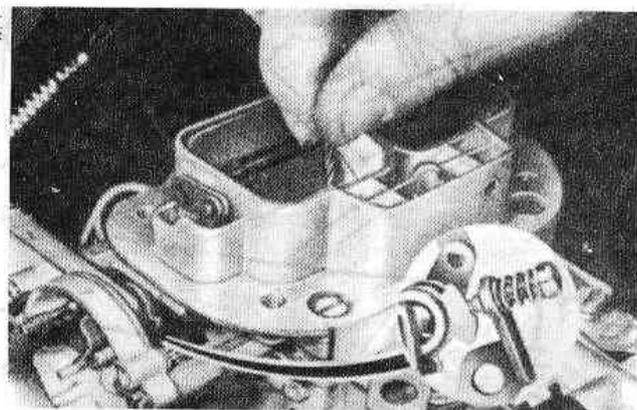
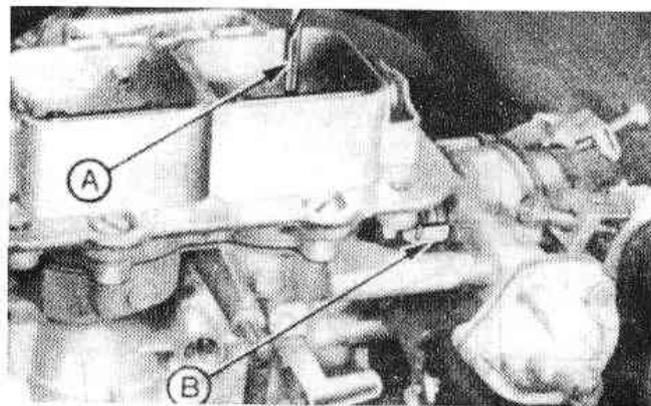

Рис.3.71. Регулировочный винт высоких оборотов холостого хода на верхней части кулачка (Разд.28)
Рис.3.72. Регулировка язычка фазирования заслонки (B) с установленным на место сверлом указанного в спецификации диаметра (A) (Разд.28)
6. **Фазировка воздушной заслонки:** Удерживая дроссельную заслонку в частично открытом положении, установите кулачок повышения оборотов холостого хода таким образом, чтобы регулировочный винт высоких оборотов холостого хода оказался в верхней части кулачка. Задержав кулачок в этом положении, отпустите дроссельную заслонку, а затем нажмите на пластины воздушных заслонок до тех пор, пока выступ кулачка не войдет в зацепление с регулировочным винтом (Рис.3.71). Замерьте зазор между краем пластины воздушной заслонки и стенкой воздухопровода при помощи сверла указанного в спецификации размера. При необходимости отрегулируйте подгибом язычка (Рис.3.72).